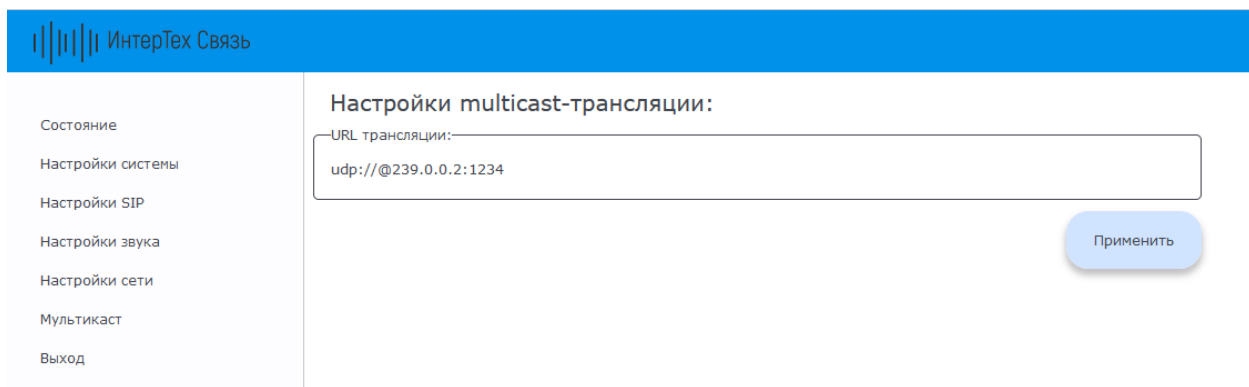

Рисунок 11 – Меню «Мультикаст»
2.5.7.1 Для снижения нагрузки на сеть и на сервер трансляции на устройстве предусмотрена настройка приёма мультикаст трансляции. Настройка осуществляется в меню «Мультикаст» (рисунок 11).
2.5.7.2 Для настройки приёма мультикаст трансляции необходимо в области «Настройки multicast-трансляции» заполнить поле «URL трансляции» – указать URL-адрес принимаемой мультикаст трансляции. Далее нажать кнопку «Применить» (см. рисунок 11).